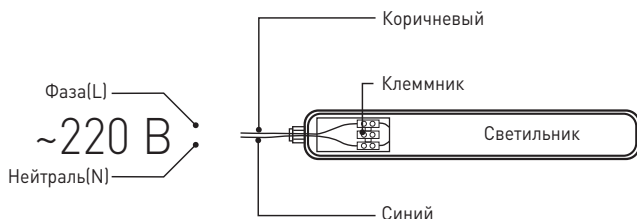

Рис.1. Схема подключения светильника к сети 220В.
3.3.2. Этот провод необходимо подключить к проводу источника питания с помощью внешнего клеммника в соответствии со схемой, изображенной на рис. 1;